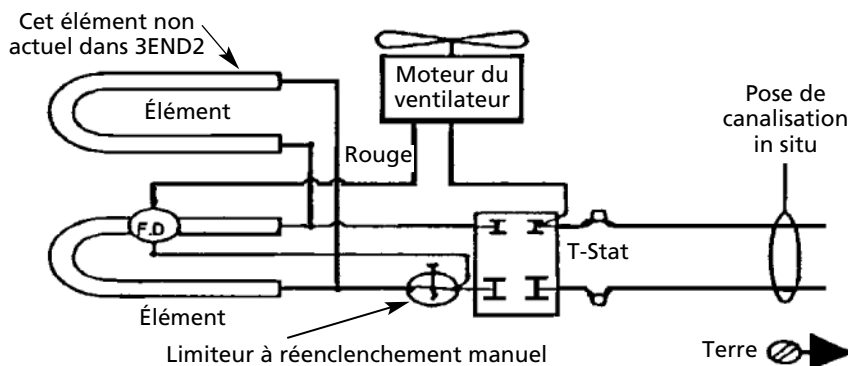

Figure 7 – Schéma de câblage (monophasé)
- Connecter les fils de un câble d'alimentation jusqu'aux fils de connexion de la radiateur. Voir le schéma de câblage de la Figure 7.
- Monter la grille avec les quatre (4) vis longues fournies. Les vis taraudent les trous situés dans les flasques latéraux de la boîte arrière.